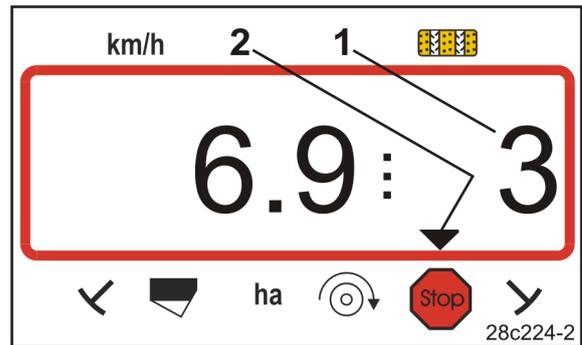

図 23
- ディスプレイで、 ترامラインカウンタの数字 (図 23/1) が点滅します。
- 制御記号 (図 23/2) は停止記号をマークします。